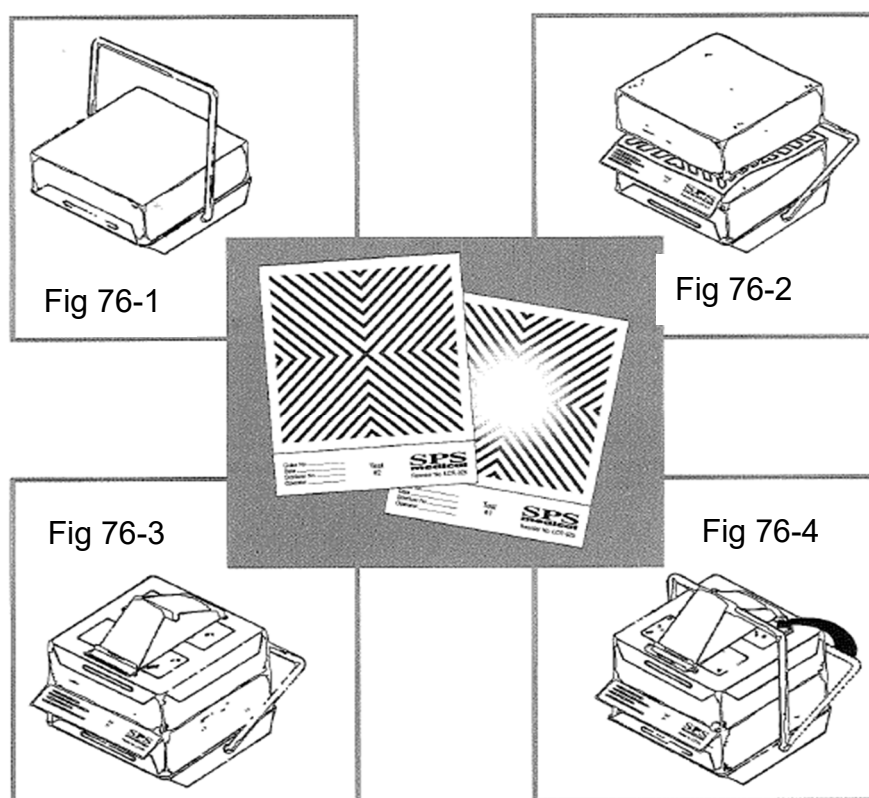

Figura 25
1. El ensamblaje del cubo es referencial Figura 25.